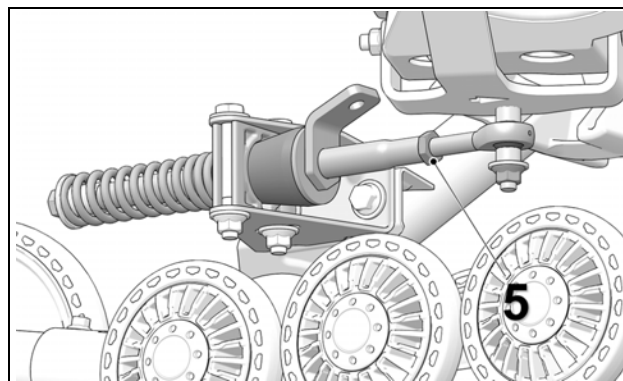

Figure 17
- Resserrer le contre-écrou (5) à un couple de 40 N·m (30 lb·pi). Voir Figure 17.